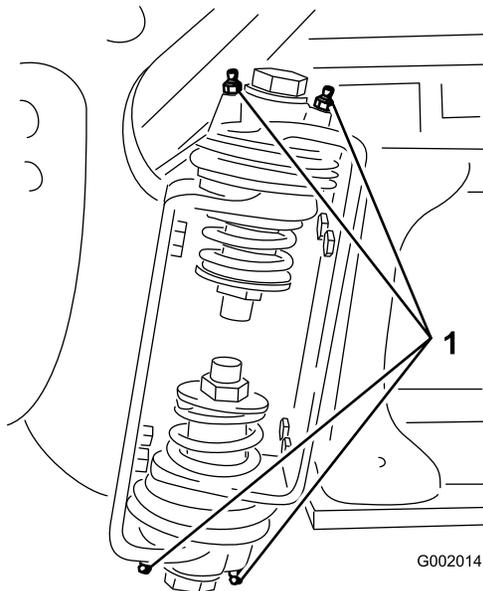

Figura 43
2. Pompate del grasso nel raccordo di ogni cuscinetto o boccola Figura 43.